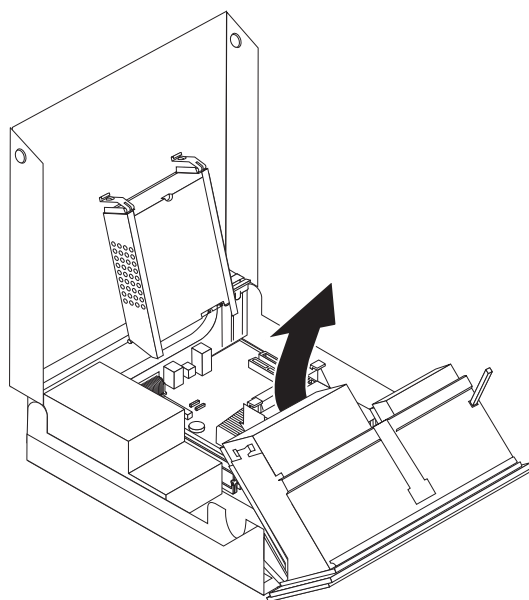

Рисунок 6. Как повернуть отсек дисководов
2. Чтобы добраться до внутренних компонентов некоторых моделей, нужно повернуть отсек дисководов вверх, а затем повернуть вверх жесткий диск; смотрите рис. 6.